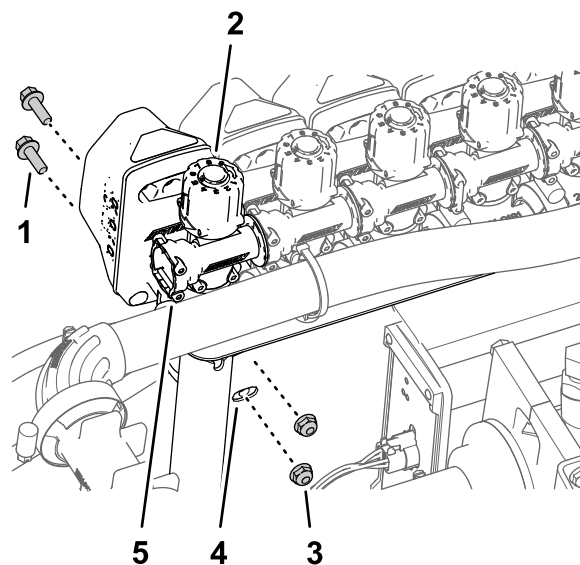
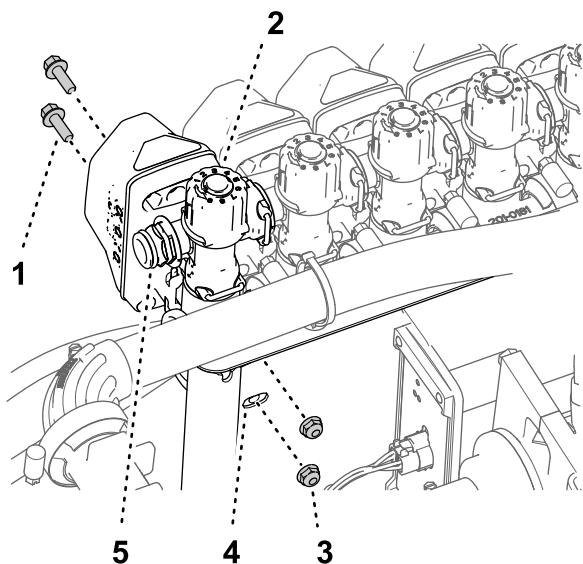

Рисунок 108
Рисунок 107
3. Установите клапан сопла 10 на опору крепления клапанов (Рисунок 107 или Рисунок 108) при помощи 2 болтов с фланцевыми головками ($\frac{1}{4} \times \frac{3}{4}$ дюйма) и 2 контргайк ($\frac{1}{4}$ дюйма), снятых при выполнении пункта 2 раздела Демонтаж клапанов секций с крепления коллектора (страница 37).